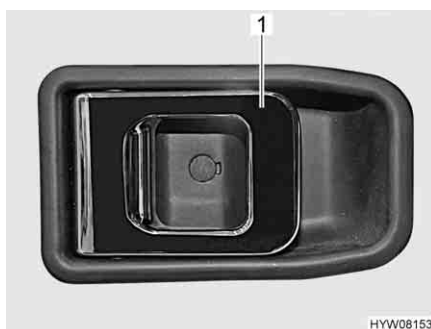

Fig. 56 Serratura della porta (porta conducente/porta di ingresso, lato interno)
- Tirare la maniglia (Fig. 56,1). La serratura della porta si sblocca o apre.
- Premere la maniglia (Fig. 56,1). La serratura della porta si blocca.